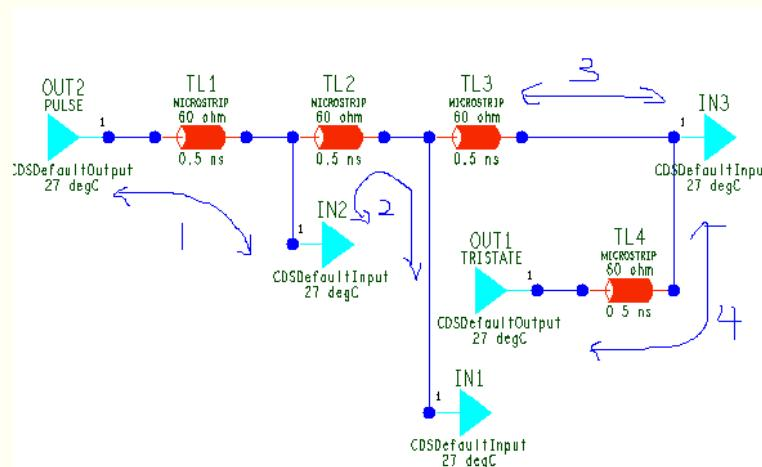

图 2-10 Daisy Chain 拓扑结构图
2.3.2.10.3 Daisy Chain 拓扑 菊花链拓扑，如图 2-10 所示，特点如下：